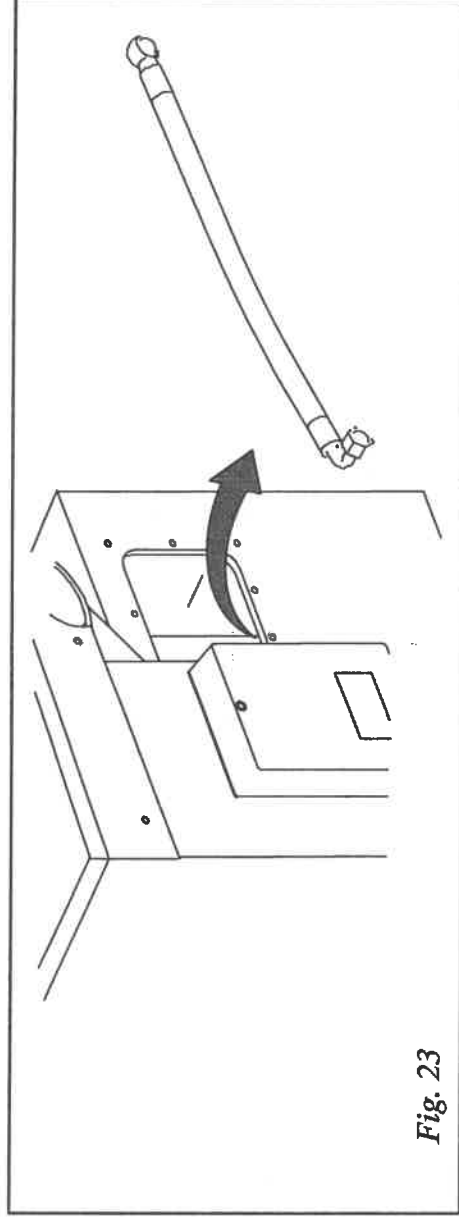

Fig. 23
a) Vérifier qu'il n'y ait pas de pertes d'huile en pression du tuyau de refoulement (code 02002727, tav. 4) et des relatifs joints métalliques tandis que la machine essaie de découper (Fig. 23).